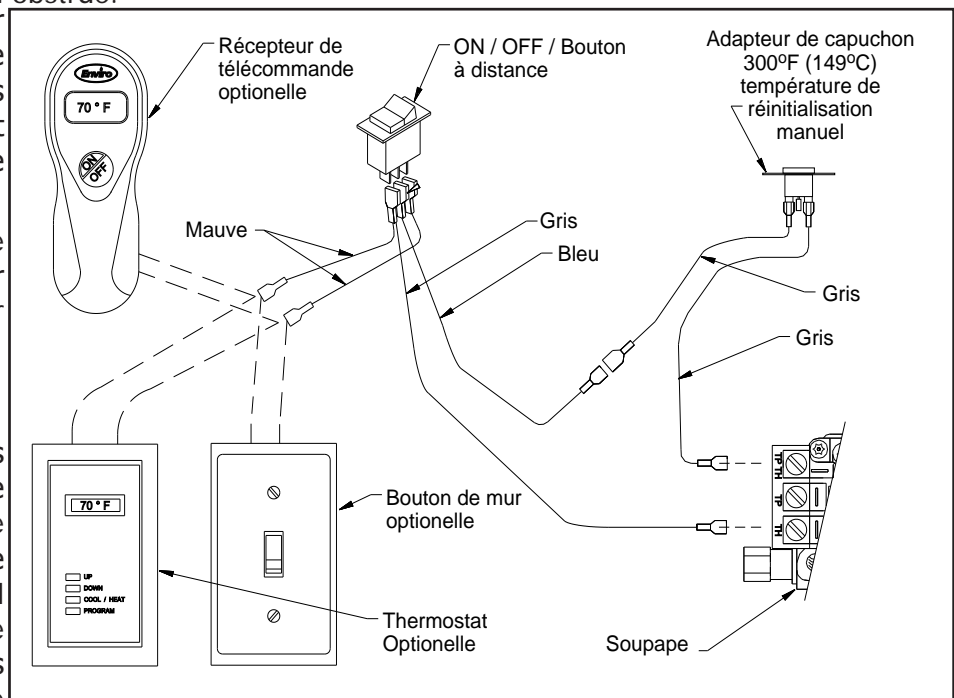

Figure 32: Schéma de câblage pour la connexion électrique.
3. Fait attention de pas exécuter de câblage tout contre les bords métalliques; les brancher au distributeur et interrupteur "ON/OFF" (se reporter à la figure 32).
Les connexions sont étiquetés dans la Figure 32. Lors de l'installation de l'adaptateur de capuchon sur une cheminée équipé d'un interrupteur mural en option ou une option de thermostat, retirer l'un des fils de l'interrupteur de la vanne de gaz et brancher le à l'adaptateur comme illustré dans la Figure 32.
2. Débrancher les fils de l'interrupteur du déversement à partir de la vanne et de l'interrupteur à bascule on/off/remote câble (voir la figure 32).